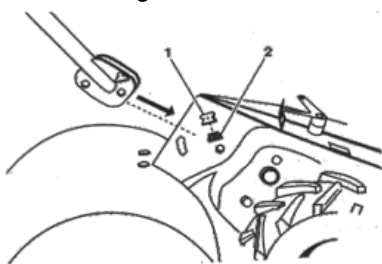

ABB. 1
1. Stecken Sie ein Griffschloss (mit den Zähnen nach außen) in die Nut des Getriebegehäuses (Abb. 1) und tragen Sie Schmiermittel auf die glatte Seite des Schlosses auf. Dies hilft, das Schloss an Ort und Stelle zu halten, bis der Griff in Position gesenkt wird.